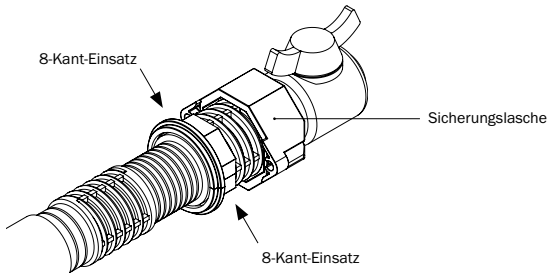

Abbildung 5.4: Positionierung des 2-teiligen 8-Kant-Einsatzes
- Nun den zweiten Teil des 8-Kant-Einsatzes Schuck aufstecken, so dass die Unterseite des 8-Kant-Einsatzes bündig mit dem Steg der Gashauseinführung ist (s. Abbildung 5.4).